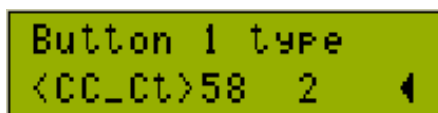

Рисунок 9
Так же имеется возможность посылы CC сообщения с постоянным значением. Такие сообщения могут использоваться для переключения банков или, в случае использования AxeFx II, для переключения «сцен». Чтобы настроить таким образом кнопку, параметр в меню «Button 1 type» ... «Button 12(5) type» в нижней строке должен иметь значение «CC_ct». Второе значение будет указывать на номер эффекта, а третье на значение, которое будет отправлено в миди сообщении. Номер эффекта и значение редактируются таким же образом, как и параметры остальных меню (см. Рисунок 9).